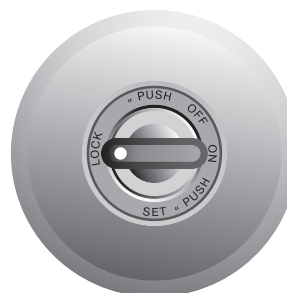

Рис. 2
- **Двусторонний ключ фирмы «Abloy»** (рис. 1) является органом управления механизмом замка и включением зажигания. При помощи вращения ключа из положения «**LOCK**» - в положение «**ON**», происходит разблокировка рулевого вала автомобиля и включение зажигания. Ключ вынимается и вставляется в замок только в положении «**LOCK**» (рис. 2). Ключ фиксируется в замке при положении «**ON**», «**OFF**» или «**SET**».
4.1. Положение ключа «LOCK». Исходное положение ключа в режиме «**LOCK**» - все выключено, ключ вынимается и вставляется, рулевой вал автомобиля и выключатель стартера заблокированы (рис.2). Для разблокирования вала рулевого управления, вставьте ключ в механизм секрета, и слегка вращая рулевое колесо вправо-влево, поверните ключ до упора из положения «**LOCK**» по часовой стрелке в положение «**ON**» (рис 4). Рулевой вал разблокирован, зажигание включено.